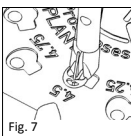
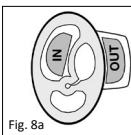

Fig. 7
Fig. 8a
■ **Fig. 7/8** Per chiudere la piastra di testa occorre utilizzare la pinzetta di chiusura in titanio (RIF 8000 137)! Con le pinzette (REF 8000 137) piegare ad angolo retto la staffa nella testa della protesi, fissando così la testa al gambo della protesi (Fig. 7). Per questa operazione fare attenzione che sulla posizione corrispondente della testa della protesi poggia il lato corretto della pinzetta. „INSIDE” per il lato interno e „OUTSIDE” per il lato esterno della testa (Fig. 8a, 8b).